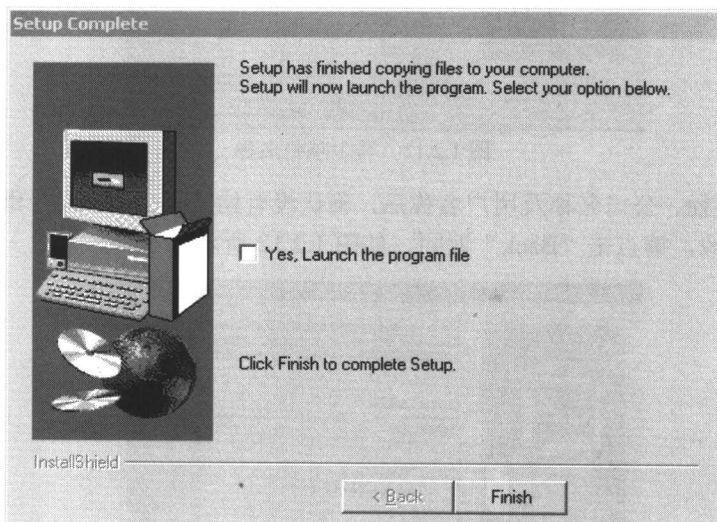

图 1.2.14 安装成功
⑭ 安装成功，点击“Finish”，如图 1.2.14 所示。从现在起就可以使用该软件来设置触摸屏的画面等工作了。